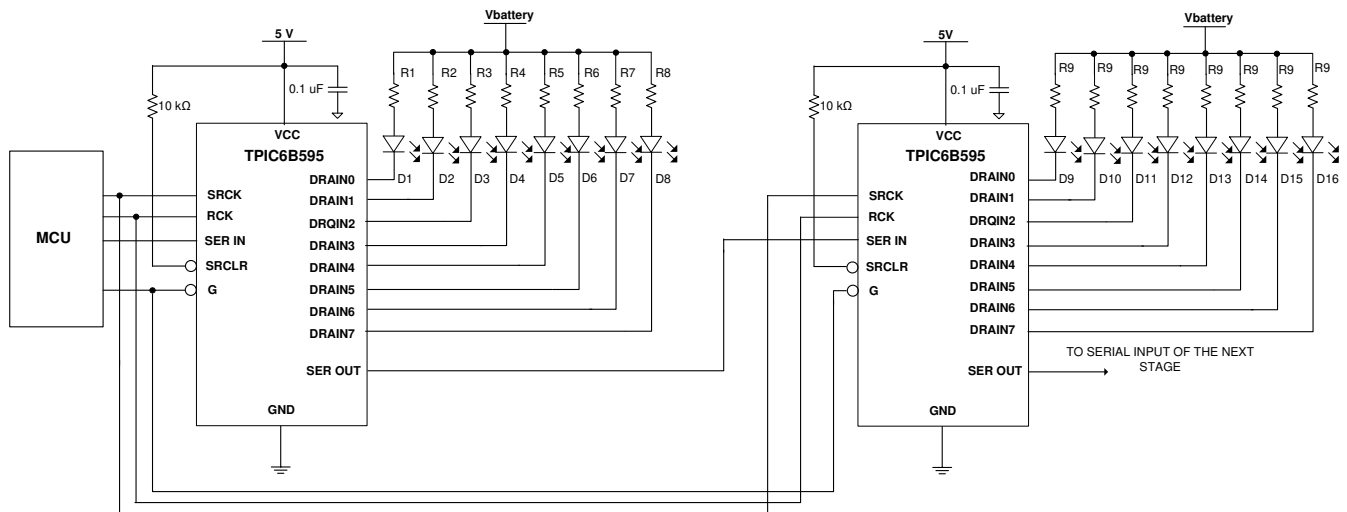

図 8-1. 代表的なアプリケーション回路図
TPIC6B595 デバイスの代表的なアプリケーションは、車載用クラスタのドライバです。この例では、2 つの TPIC6B595 パワーシフトレジスタをカスケード接続し、クラスタパネルの LED をオンにします。この場合、16 ビットのデータをすべてシリアルシフトレジスタに読み込んだ後、LED を更新する必要があります。MCU は、シフトレジスタクロック (SRCK) にクロックを供給しながら、データをシリアル入力 (SER IN) に出力します。16 番目のクロックの後、レジスタクロック (RCK) へのパルスにより、データがストレージレジスタに転送されます。出力イネーブル (G) が Low の場合、1 がオンでゼロがオフのステータスワードに対応する LED がオンになります。このシンプルな方法により、MCU が SPI インターフェイスを使用することで、図 8-1 に示すように、2 つの IC のみを使用して 16 個の LED を点灯させるできます。